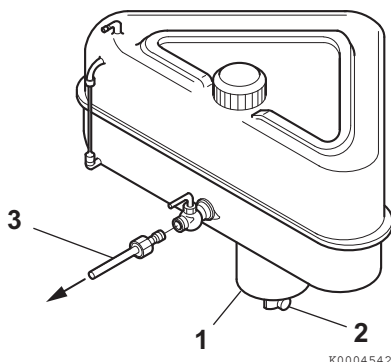

Abbildung 2
Installieren Sie einen Ablasshahn (**Abbildung 2, (2)**) am Boden des Kraftstofftanks, um Wasser und Schmutz aus dem Sedimentbecken zu beseitigen (**Abbildung 2, (1)**).